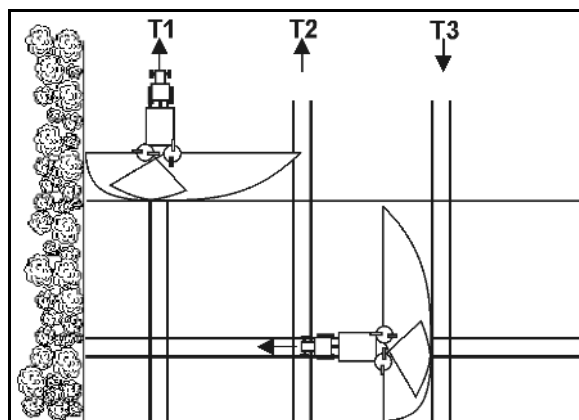

Рис. 43
- Откройте запорную заслонку при въезде на технологическую колею в точке Р1 (Рис. 43), если распределяющий диск при прохождении участка Х технологической колеи разворотной полосы был удалён.
- Закройте заслонку перед выездом с технологической колеи в точке Р2 (Рис. 43), если распределяющие диски находятся на уровне первой технологической колеи разворотной полосы.